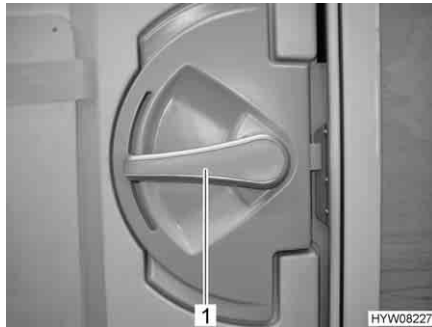

Bild 27 Türschloss Eingangstür, innen
- Den Türgriff (Bild 27,1) nach unten drücken.
- Den Türgriff (Bild 27,1) ca. 45° nach oben drehen und in dieser Stellung stehen lassen.